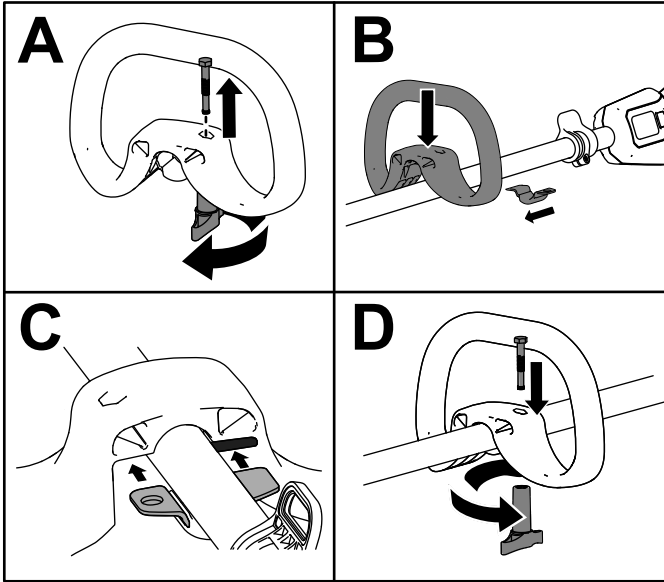

Figura 3
1. Separați mânerul auxiliar de suportul inferior al mânerului, deurubând butonul de blocare a mânerului și scoțând șurubul cu cap hexagonal (A din Figura 3).
2. Aliniați mânerul auxiliar cu suportul inferior al mânerului pe mânerul motocositorii (B din Figura 3).
3. Glisai suportul inferior al mânerului în fanta de pe mânerul auxiliar (B din Figura 3).
4. Fixai mânerul auxiliar pe suportul inferior al mânerului cu urubul cu cap hexagonal îndepărtat anterior (C din Figura 3).